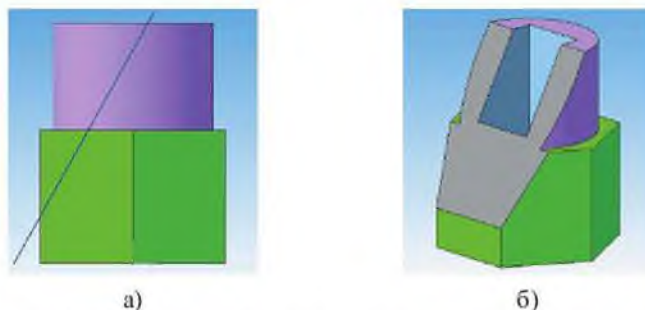

Рисунок 7.1 Эскиз секущей (а) и усеченное геометрическое тело (б)
2. В качестве эскиза построить произвольный отрезок, вычерченный на фронтальной плоскости проекций основной линией и являющийся следом секущей плоскости (рисунок 7.1 а).